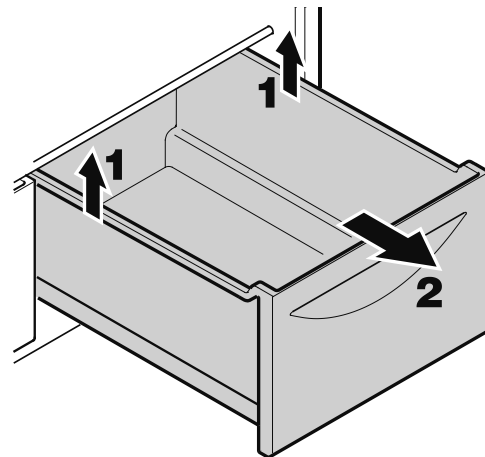

Figure 19
Sortir complètement le tiroir, le saisir à l'arrière et le soulever - **Figure 19**.
- Retirer les tiroirs à légumes comme à la **Figure 19**.